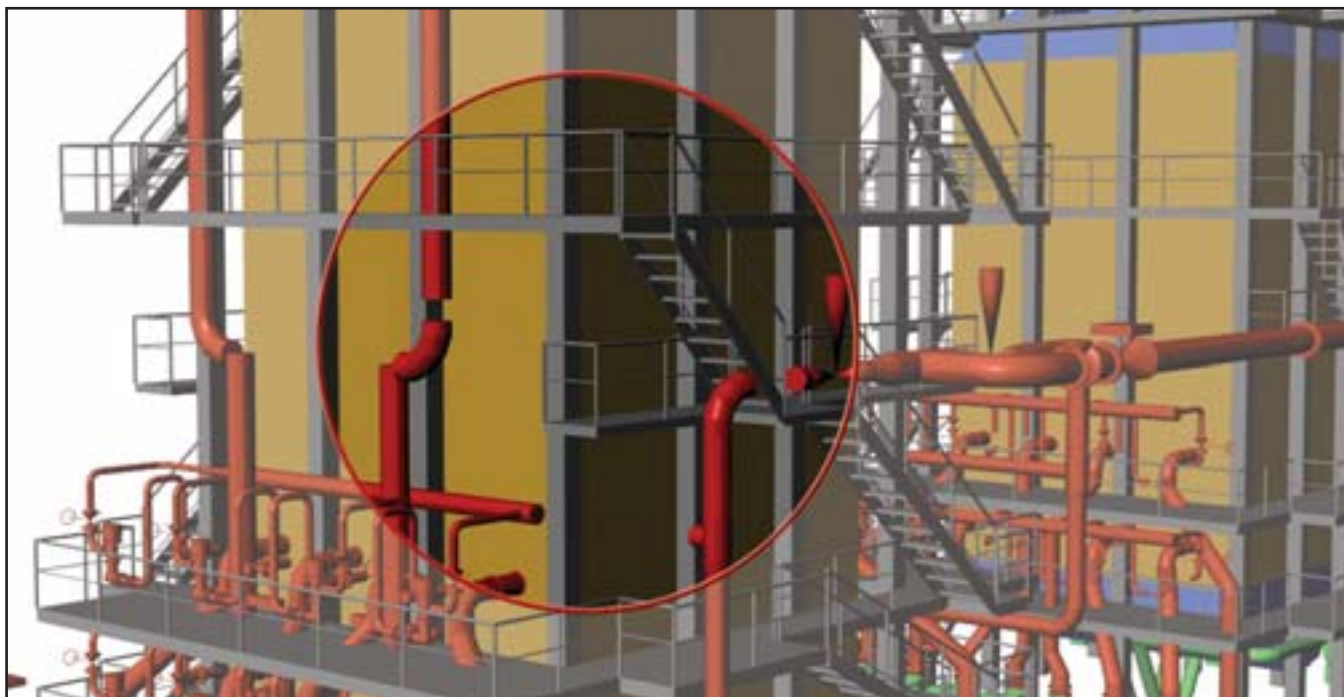

Рис. 3
- коллизии, ошибки выявляются немедленно. Взгляните на рис. 3, где некоторые из таких ошибок мы ради примера не стали убирать, — и многое станет понятно без долгих объяснений.